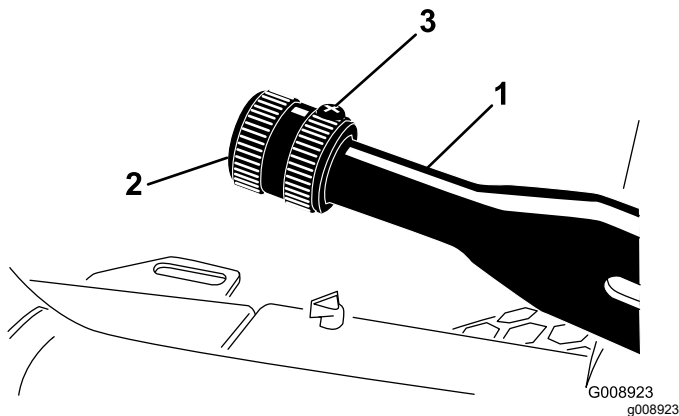

Bild 77
2. Lösen Sie die Stellschraube, mit der das Handrad am Feststellbremshebel befestigt ist (Bild 77).